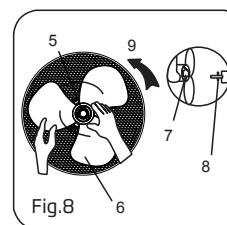

Fig.8
- Insérez les pales sur l'arbre moteur en vous assurant que la tige de l'arbre moteur est insérée dans la rainure des pales. Tournez le boulon dans le sens inverse des aiguilles d'une montre pour serrer le tout (Fig.8)